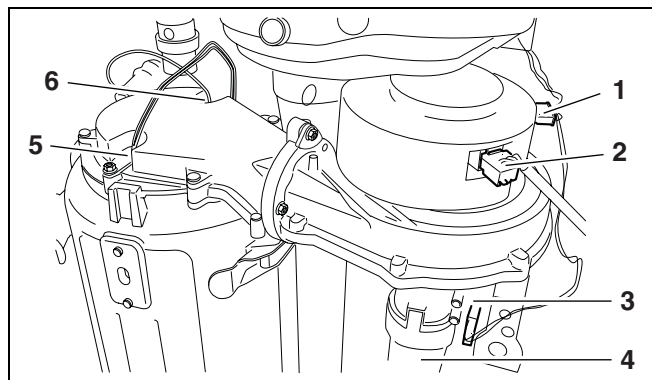

Рис. 44 Отсоединение штекера от воздухоподготовки и газопроводной арматуры
- Отсоединить штекер (рис. 44, **поз. 1, 2 и 3**) от газового/воздушного блока.
- Демонтировать воздухозаборник с газового/воздушного блока (рис. 44, **поз. 4**).
- Отсоединить штекер от ионизационного штифта (рис. 44, **поз. 6**) и накаливающего жгута (рис. 44, **поз. 5**).